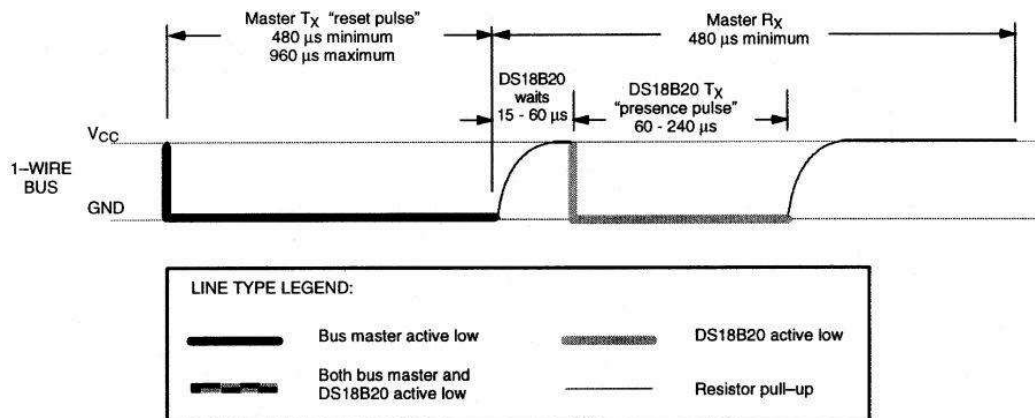

图 16-15 检测存在脉冲
1、初始化。和 I2C 的寻址类似, 1-Wire 总线开始也需要检测这条总线上是否存在 DS18B20 这个器件。如果这条总线上存在 DS18B20, 总线会根据时序要求返回一个低电平脉冲, 如果不存在的话, 也就不会返回脉冲, 即总线保持为高电平, 所以习惯上称之为检测存在脉冲。此外, 获取存在脉冲不仅仅是检测是否存在 DS18B20, 还要通过这个脉冲过程通知 DS18B20 准备好, 单片机要对它进行操作了, 如图 16-15 所示。